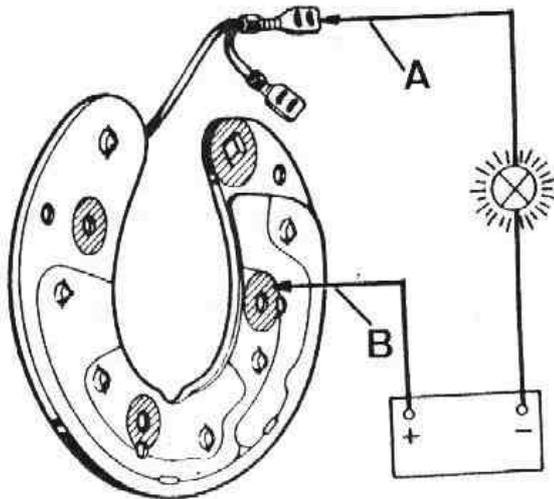

Fig. N-15 Comprobación del puente rectificador
- 5.3.4. Conectar el borne negativo de la fuente de alimentación a través de la lámpara de prueba, a la salida común de los diodos auxiliares, A (Fig. N-15) y el borne positivo a las zonas destinadas a las conexiones de los arrollamientos incluidos, B (Fig. N-15). La lámpara debe encenderse en cada uno de los contactos realizados. Si la lámpara no se enciende - habrá que cambiar el puente rectificador, ya que el diodo en prueba, - se encuentra deteriorado.